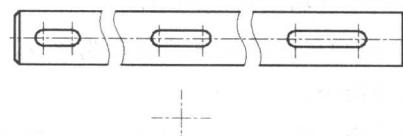

图 1.1.14 绘制中心线
#### Step1. 绘制如图 1.1.14 所示的中心线。
(1) 切换图层。在“图层”工具栏中，选择“中心线层”图层。
(2) 确认状态栏中的**对象捕捉**按钮处于按下状态。
(3) 用 **绘图(D)** → **直线(L)** 命令，完成如图 1.1.14 所示的水平中心线的绘制，长度值为 60。
(4) 绘制垂直中心线。按回车键以重复直线的绘制命令，在命令行中输入 from 并按回车键，捕捉并选取步骤 (2) 所绘制的水平中心线的左端点为基点，输入直线起点的相对坐标值 (@30, 30) 并按回车键，输入终点的相对坐标值 (@0, -60) 后按两次回车键。